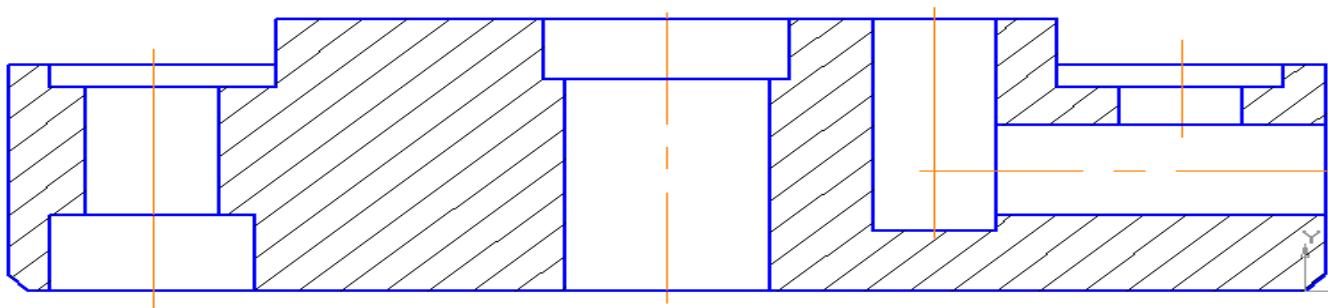

Рис. 28
- c. Нажмите кнопку **Создать штриховку** . Результат рис. 28.